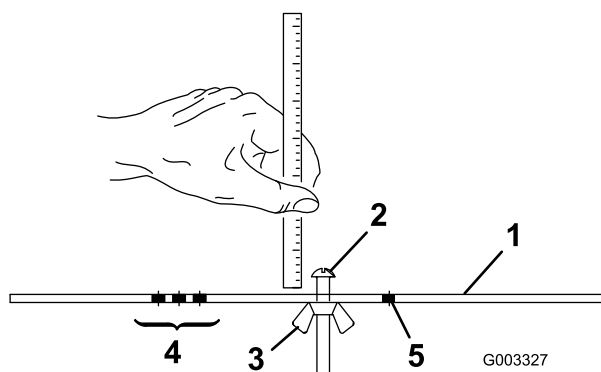

Figure 15
2. Desserrez l'écrou du gabarit (Figure 15) et tournez la vis de réglage de manière à obtenir la hauteur de coupe voulue. L'écartement entre la base de la tête de la vis et la face du gabarit correspond à la hauteur de coupe.